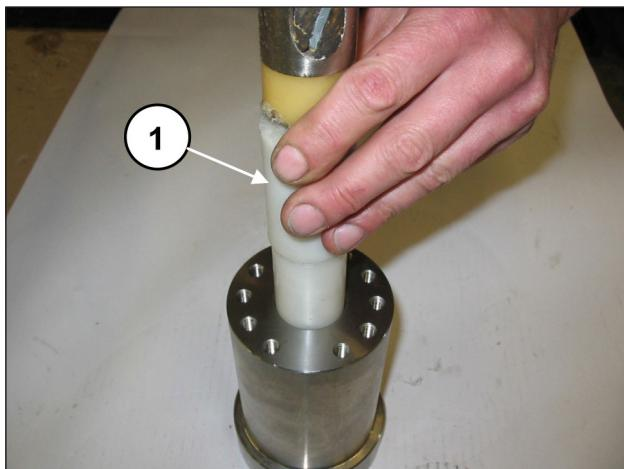
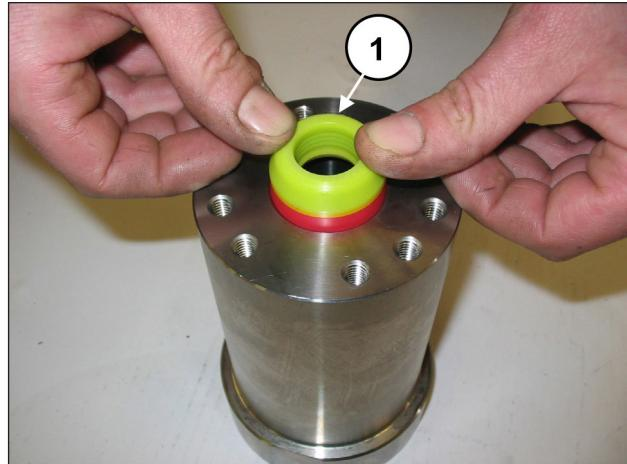
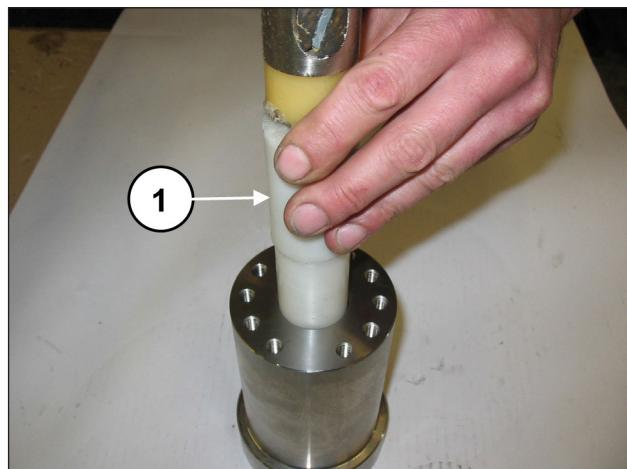

Abb. 117
Abb. 118
Abb. 119
Verwenden Sie für die korrekte axiale Ausrichtung das entsprechende Werkzeug (Art. 27921100 für SM14, Art. 27921200 für SM16, Art. 27921300 für SM18, Art. 27911200 für SM20, Art. 27911400 für SM22 und Art. 27911500 für SM24 (Pos. ①, Abb. 117 und Abb. 118).
Setzen Sie das HD-Dichtungspaket (Hochdruck) (Pos. ①, Abb. 118) ein; verwenden Sie aufgrund des leichten Übermaßes zwischen Dichtung und Buchse zur Vermeidung von Schäden das entsprechende Werkzeug (Art. 27673200 für SM14, SM16 und SM18, Art. 27673300 für SM20, SM22 und SM24) (Pos. ①, Abb. 119).